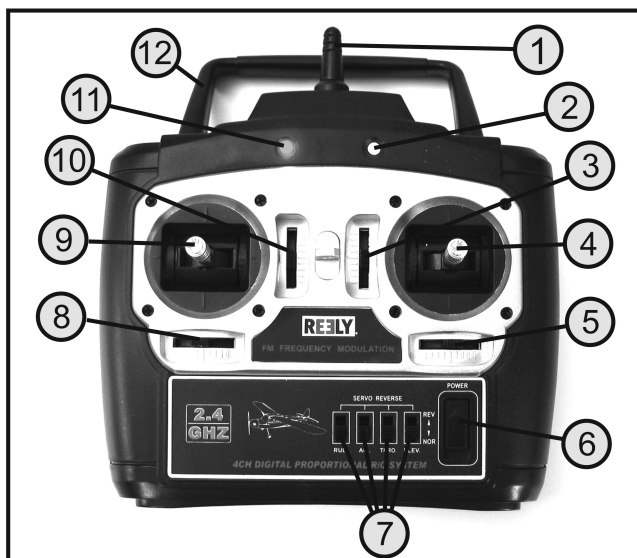

Figure 2
Cependant, indépendamment de cela, vous devez vous assurer avant chaque mise en activité de l'émetteur que le levier de commande pour la fonction moteur (voir figure 2, pos. 9) se trouve dans la position « moteur éteint ». De plus, le levier de commande doit être poussé complètement vers le bas dans la position la plus basse.
Lorsque les batteries sont chargées ou de nouvelles batteries insérées, allumez l'émetteur à des fins de test à l'aide de l'interrupteur de fonction (voir figure 2, pos. 6). Les diodes lumineuses rouge et verte (voir figure 2, pos. 2 et 11) s'allument et vous signalent ainsi l'alimentation électrique suffisante de l'émetteur.
Si l'alimentation électrique n'est pas suffisante pour un fonctionnement irréprochable de l'émetteur (inférieure à 8,3 V), alors la diode lumineuse rouge commence à clignoter (voir figure 2, pos. 11). Dans ce cas vous devez régler le fonctionnement de votre modèle le plus rapidement possible.
Placez les interrupteurs coulissants de compensation pour les gouvernes de profondeur et de direction (voir figure 2, pos. 3 et 5) en position médiane et vérifiez la position correcte des leviers de servo-commande.